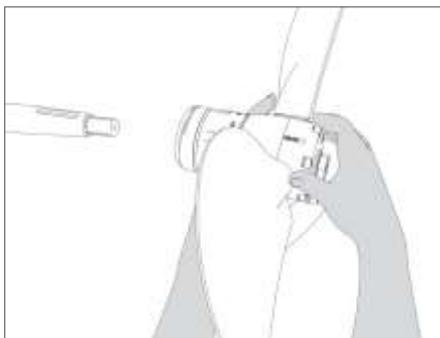
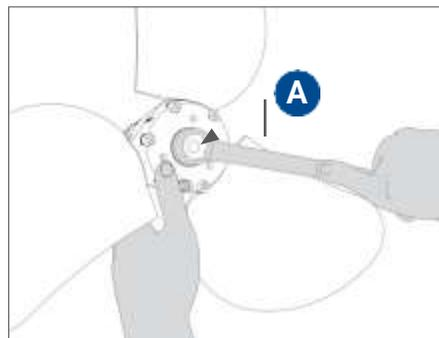

FIG. 6 Inserción de la hélice en el eje
FIG. 8 Enroscado de la tuerca de apriete
- Inserte el conjunto de la hélice en el eje sin chaveta (**Fig. 6 y 7**), manténgalo en su posición y enrosque la tuerca de **A** hasta el apriete hasta (**Fig. 8**).